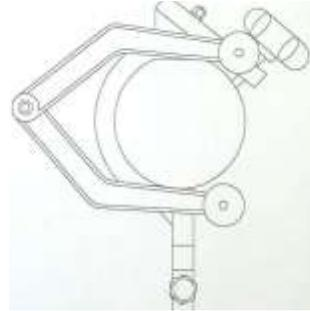

図 49
2. 距離センサーをゼロセッティングコントロール上に図 49 のように置きます。